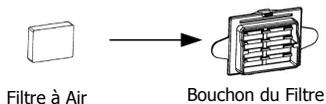

Fig. 18-4
(1) Fixez le filtre à air sur le bouchon du filtre, comme indiqué à la Fig. 18-4.